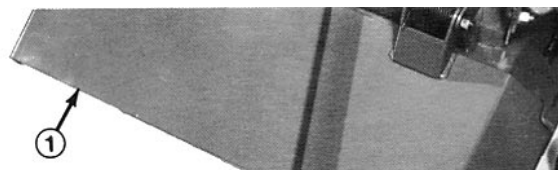
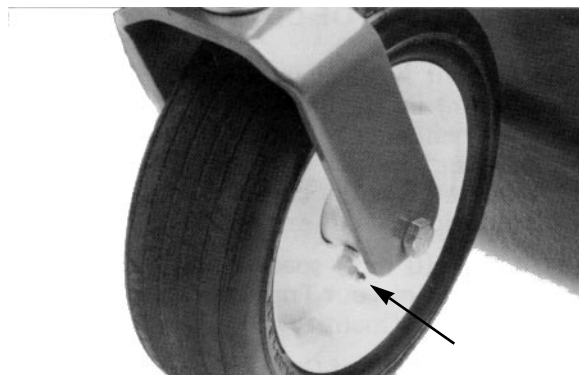

Fig. 4
Fig. 6
1. L'apparato di taglio è provvisto di cuscinetti e boccole che devono essere lubrificati nei seguenti punti: boccole dei fuselli delle ruote orientabili (Fig. 4); cuscinetti delle ruote orientabili (Fig. 4 e 5); cuscinetti dei fuselli delle lame (Fig. 6); giunti sferici dei bracci di spinta destro e sinistro (Fig. 6).
2. Abbassare l'apparato di taglio e poggiare le ruote orientabili su un piano orizzontale. Togliere il tappo di controllo (Fig. 6) da un lato della scatola degli ingranaggi, e controllare il livello del lubrificante. In caso di basso livello, togliere il tappo di riempimento sopra la cassa degli ingranaggi e rabboccare con lubrificante per ingranaggi SAE 80-90 fino alla base del foro di verifica.